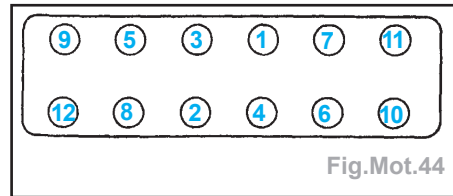

Fig.Mot.44
- Serrer la culasse en quatre passes dans l'ordre indiqué, en procédant comme suit (Fig.Mot.44) :